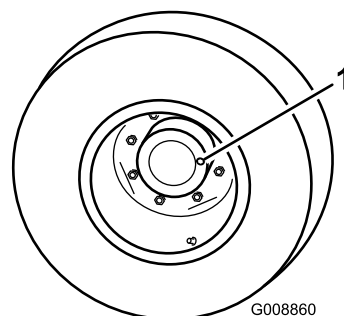

Figura 13
1. Con la macchina parcheggiata su una superficie piana, posizionate la ruota in modo che il tappo di controllo/riempimento (Figura 13) si trovi nella posizione ore tre o nove.